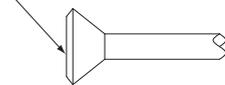

Fig. 14
- Durante il collegamento di elementi svasati, rivestire la superficie interna svasata soltanto con olio di etere od olio di estere. (Fare riferimento alla Fig. 14) Successivamente, ruotare il dado svasato 3 o 4 volte con la mano e avvitarlo.